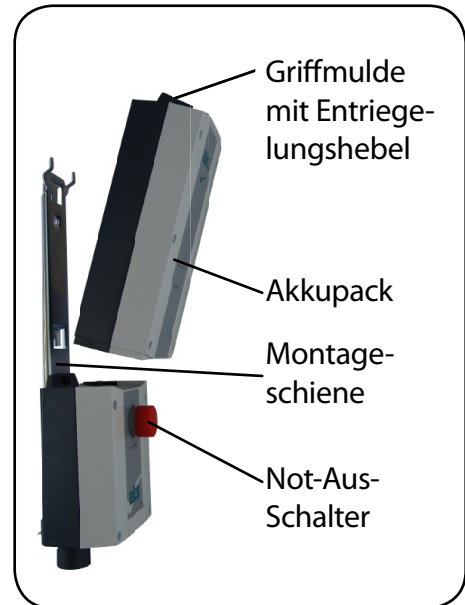

Abb. 8.5.04 - Akkupack
2. Greifen Sie von oben in die Griffmulde am Akkupack und ziehen Sie mit den Fingern den Entriegelungshebel nach oben (Abbildung 8.5.04).
3. Kippen Sie gleichzeitig das Akkupack ein Stück von der Montagesschiene weg und anschließend nach oben aus der Halterung (Abbildung 8.5.04).